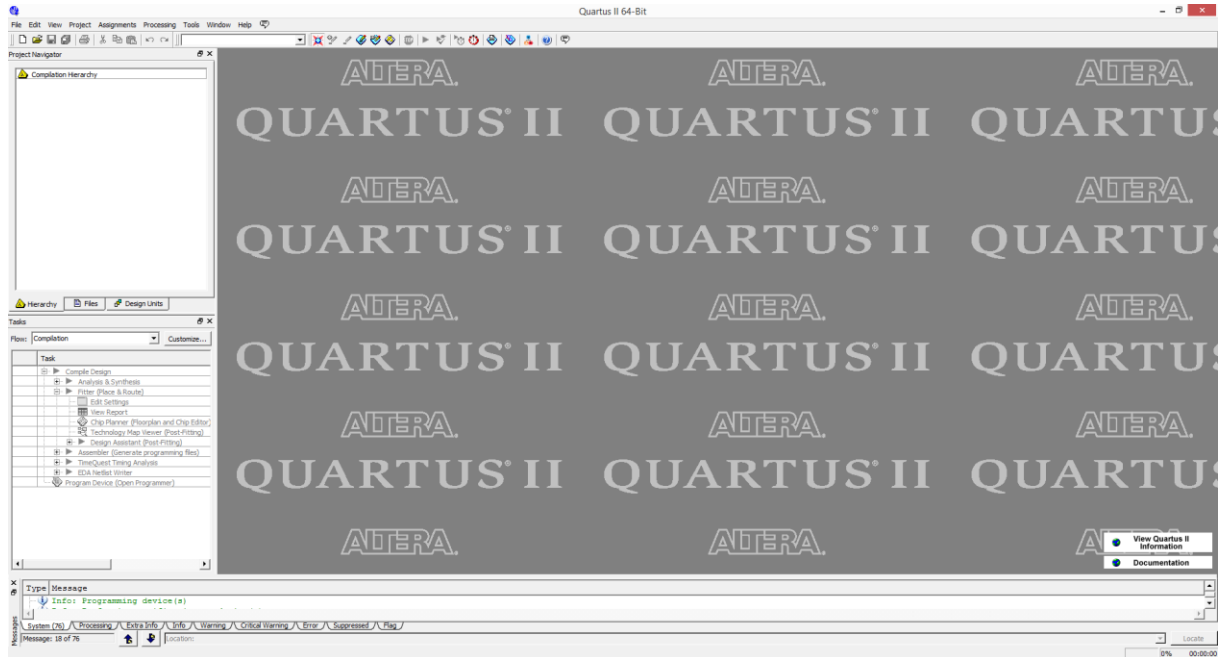
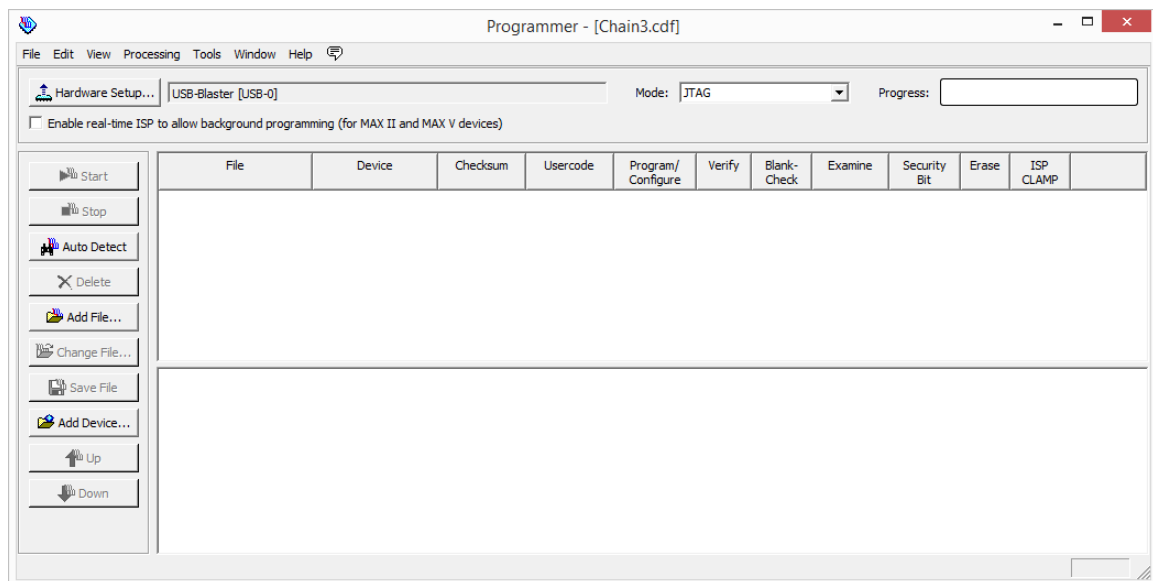

Рисунок 2– Главное окно ПО «Altera Quartus»
Рисунок 3 – Окно «Programmer»
3.1 Запустить ПО «Altera Quartus». В открывшемся окне (см. рисунок 2) нажать на кнопку . Откроется окно «Programmer» (см. рисунок 3).